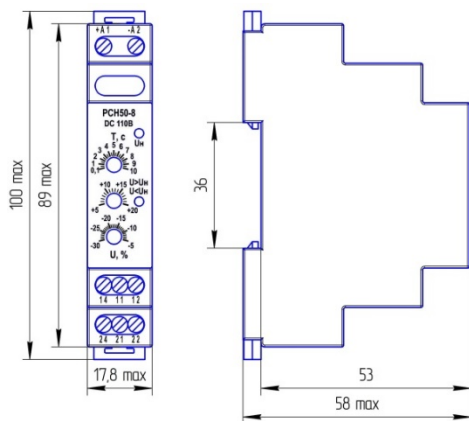

Рисунок 2
У реле типов РСН50-8 и РСН50-9 (рис. 2) только один индикатор аварийного события, а у реле РСН50-8А и РСН50-9А (рис. 3) два индикатора аварийного события.
- на DIN-рейку 35 мм (рисунок 2);